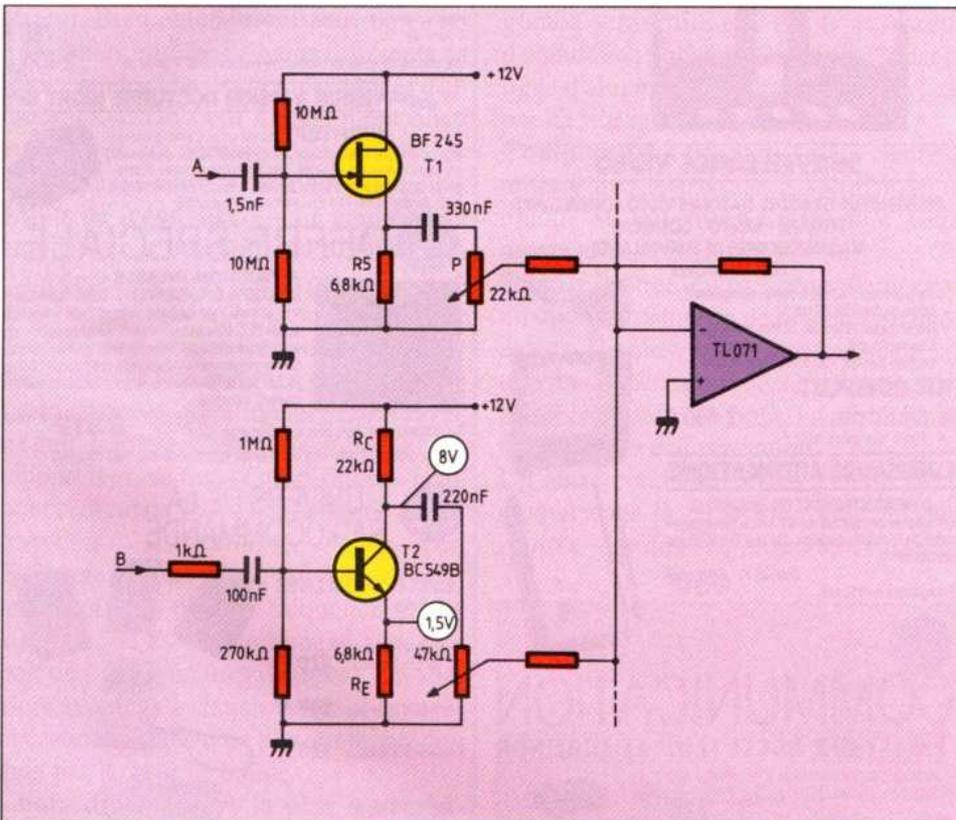
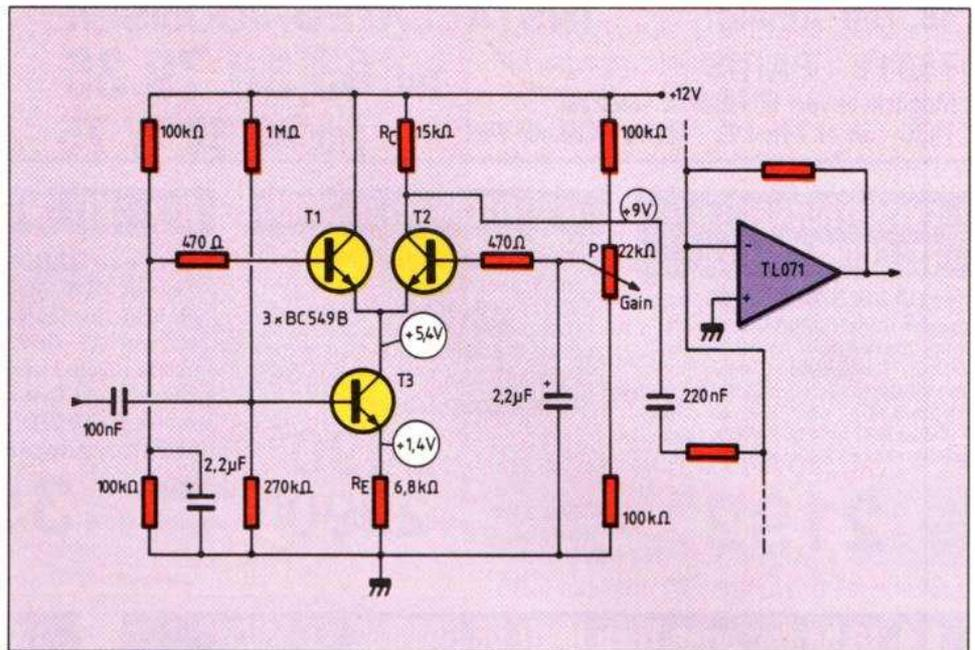

Fig. 5. — Etages tampon à faible bruit, avec transistor à effet de champ en drain commun et transistor bipolaire en contre-réaction.
Fig. 6. — Cette commande électronique de gain répartit le courant de collecteur de  $T_3$  entre  $T_1$  et  $T_2$ .
**Adaptateur avec transistor à effet de champ.** — Son schéma apparaît dans le haut de la figure 5. L'ennui avec les transistors à effet de champ, c'est que pour un courant de drain donné, la tension gate-source ( $U_{GS}$ ) peut couvrir une plage de plusieurs volts, alors que pour un bipolaire, on ne s'écarte jamais beaucoup des fameux 0,7 V entre base et émetteur. Pour éviter tout ajustage, sans avoir à effectuer une sélection sur les composants, il convient donc d'adopter une polarisation automatique ayant l'esprit très large. C'est facile du fait que le montage proposé fonctionne en drain commun.
**Diviseur sur le gate.** — Dans la figure 5, le gate du transistor à effet de champ se trouve polarisé, à la moitié de la tension d'alimentation, par un diviseur de deux fois 10 MΩ. La résistance d'entrée du montage est ainsi égale à 5 MΩ.
**Transistor bipolaire avec contre-réaction.** — En tant qu'amplificateur à faible bruit, le transistor à effet de champ n'est avantageux que si l'on demande une résistance d'entrée élevée. Autrement, on peut utiliser un montage semblable à celui qu'on trouve pour  $T_2$  de la figure 5. Il est équipé d'un transistor bipolaire à faible bruit.
— La figure 6 illustre l'un des principes qu'on peut utiliser pour une commande électronique du gain.  $T_3$  reçoit, en même temps que le signal, une polarisation continue de base (identique à celle de la fig. 5), laquelle le fait fonctionner comme source à courant imposé. Ce courant, de 0,22 mA,  $T_1$  et  $T_2$  doivent se le partager. Si le curseur de  $P$  se trouve en haut sur le schéma, la base de  $T_2$  reçoit au moins 0,5 V de plus que celle de  $T_1$ . C'est suffisant pour que  $T_1$  se bloque. Tout le courant de collecteur de  $T_3$  passe alors dans  $T_2$ . Le montage fonctionne avec un gain maximal. Ce gain est identique à celui qu'on obtiendrait en utilisant  $R_C$  directement comme charge pour  $T_3$ .
Dans le cas de la figure 6 et en admettant que le potentiel d'émetteur « suit » celui de base, il est certain qu'une variation de plus de 1,4 V à l'entrée détermine, lors d'une alternance négative, le blocage de  $T_3$ . Il est donc prudent de se contenter d'une amplitude de 1 V (2 V crête à crête).
— Le montage de la figure 6 est, à quelques détails près, utilisé dans les circuits intégrés réunissant une commande électronique de volume à un amplificateur ou un correcteur de tonalité. La configuration des trois transistors se trouve également dans des circuits du type multiplicateur analogique, tels que S 042 P, NE 510, TDA 7211, TDA 1571, LM 171, MC 1496 et similaires. On peut adapter ces circuits au montage proposé, mais l'utilisation de composants discrets présente un léger avantage du point de vue bruit.